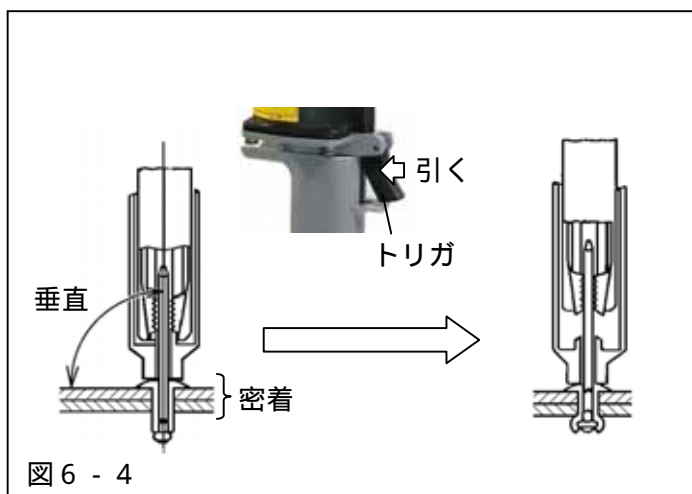

図 6 - 4
(3) リベットツールを母材から離れた後、トリガーを放してください。(図 6 - 5)